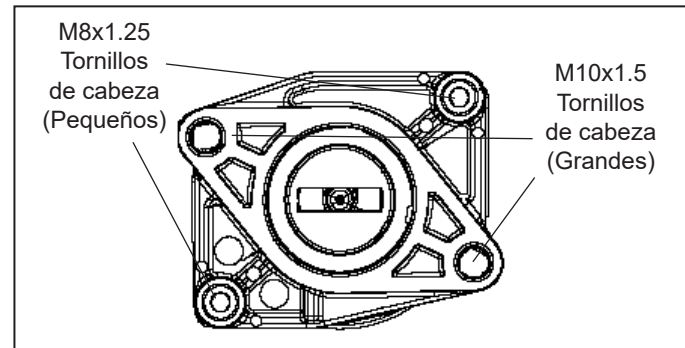

Figura 4 – Pernos de fijación de la cubierta del extremo posterior
Nota: Hay dos tornillos de cabeza M8x1.25 que se usan para sujetar la cubierta del extremo posterior al cárter. También hay dos tornillos de cabeza M10x1.5 más grandes (no se muestran) que se usan para sujetar la unidad de transmisión auxiliar (por ejemplo, la bomba hidráulica) a través de la cubierta del extremo y se aprietan en el cárter. Si la unidad de transmisión auxiliar ya se ha quitado, estos dos tornillos de cabeza ya no están presentes en la cubierta del extremo. Consulte la Figura 4 para ver la ubicación de los tornillos de cabeza en la cubierta del extremo.
- Instale el anillo tórico (G) en la cubierta del extremo posterior.
- Instale los dos tornillos de cabeza de la cubierta del extremo. *Consulte la Figura 4 para asegurarse de que los dos tornillos de cabeza estén instalados en los agujeros de los pernos del cárter correctos.* "Ajuste" los tornillos y luego apriete entre 195 y 212 lb.-pulgada (22-24 Nm).